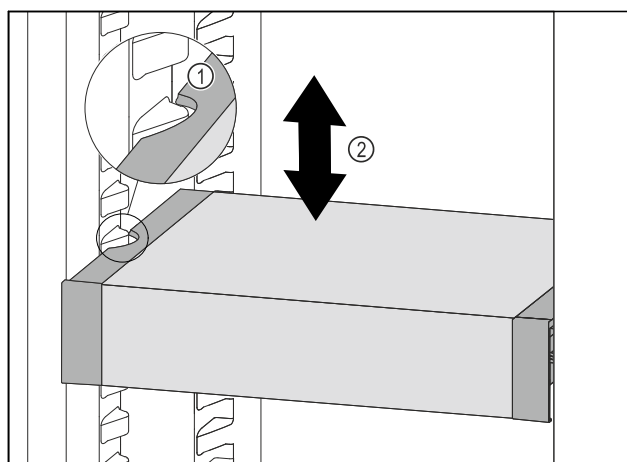

Fig. 93
- ▶ Træk VarioSafe fremefter, indtil udsparingerne i siden på VarioSafe er på niveau med beholderribben i kølesektionen. Fig. 93 (1)
- ▶ Flyt VarioSafe op eller ned i kølesektionen, indtil den ønskede højde er nået. Fig. 93 (2)